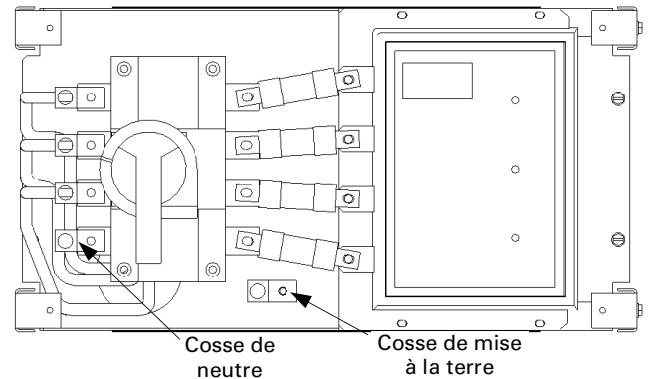

Figure 2. Emplacements des cosses de mise à la terre et de neutre dans l'unité TVSS.
- 3. Installation de la mise à la terre et du câble de neutre.** Repérer les cosses marquées Ground et Neutral (si nécessaire), tel qu'illustré à la Figure 2. Desserrer les vis hexagonales sur les cosses avec une clé Allen (non fournie). Repérer le rouleau de câble de cuivre #2 [1] et déterminer le chemin le plus court au neutre de l'équipement (si applicable) et à la mise à la terre. Couper une extrémité de câble et retirer environ  $\frac{5}{8}$  de pouce de protection. Insérer l'extrémité du câble de cuivre #2 [1] dans la cosse marquée Ground et serrer la vis hexagonale à 150 po.-lb. Répéter ce procédé avec le restant de câble de cuivre #2 [1] pour la connexion de neutre si nécessaire.